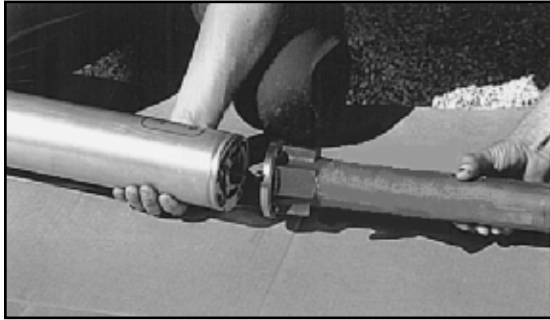

Figura 1: Alineando las clavijas
9. Coloque la junta al final del PMA, alinee las clavijas de localización y los agujeros de los tornillos (Figura 1).